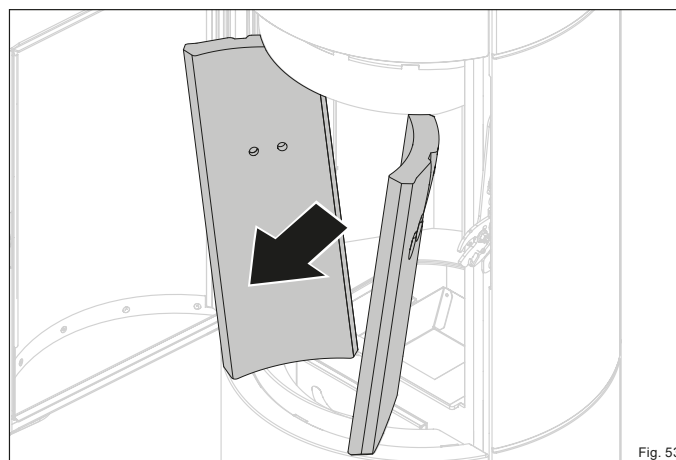

Fig. 53
- ▶ Retirez les deux pierres thermique latérales (Fig. 53).